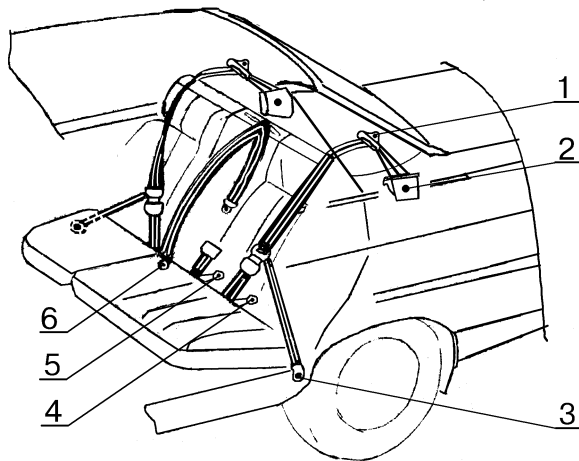

Рис.2. Ремень безопасности 2110-8217210/211 задний боковой правый/левый, 2110-8217310 средний.
2.2 Отвернуть болт 1, рис.2, крепления скобы ремня на задней стойке, болт 2 крепления катушки ремня безопасности на панели боковины, болт 3 крепления ветви ремня на арке заднего колеса (ключ 17 кольцевой).
7 Отсоединить чехол 1, рисунок 2, рычага переключения передач от верхней накладки туннеля пола.